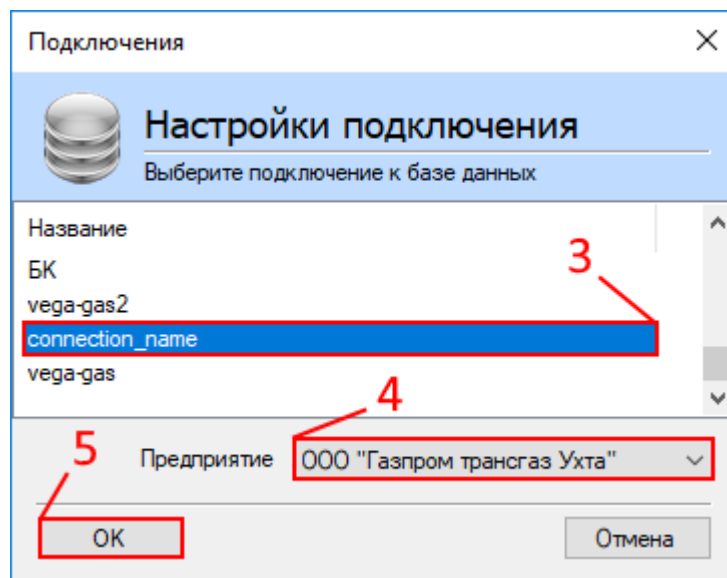

Рисунок 3.8.4
- в открывшемся окне «Подключение» выбрать имя подключения (см. Рисунок 3.8.4, поз. 3);
- в меню «Предприятие» выбрать название предприятия (см. Рисунок 3.8.4, поз. 4);
- нажатием на кнопку «ОК» (см. Рисунок 3.8.4, поз. 5) запустить окно службы маршрутизации временных сигналов и коммутаций (см. Рисунок 3.8.5);